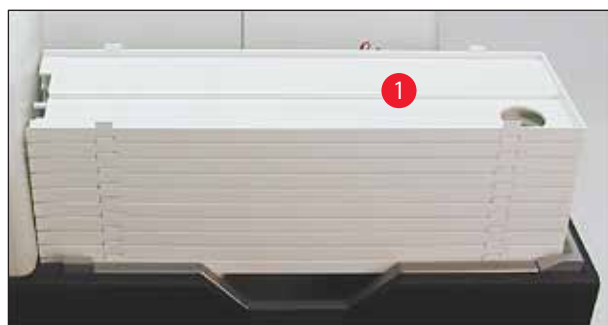

图 42
1. 将一叠托盘 (→"图 42-1") 放在卸载站点的抬升操作台上 (→"图 42")。